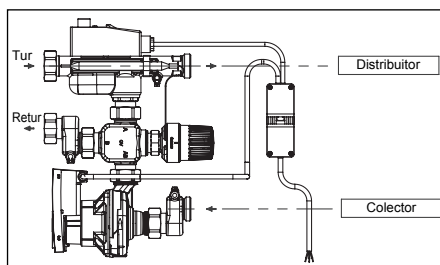

Fig. 6.2 Sensul de curgere
- Conducta de retur se racordează întotdeauna la stație în partea de jos. Aceste poziții de montaj trebuie respectate obligatoriu și la racordarea conductelor distribuitorului (vezi fig. 6.2)!